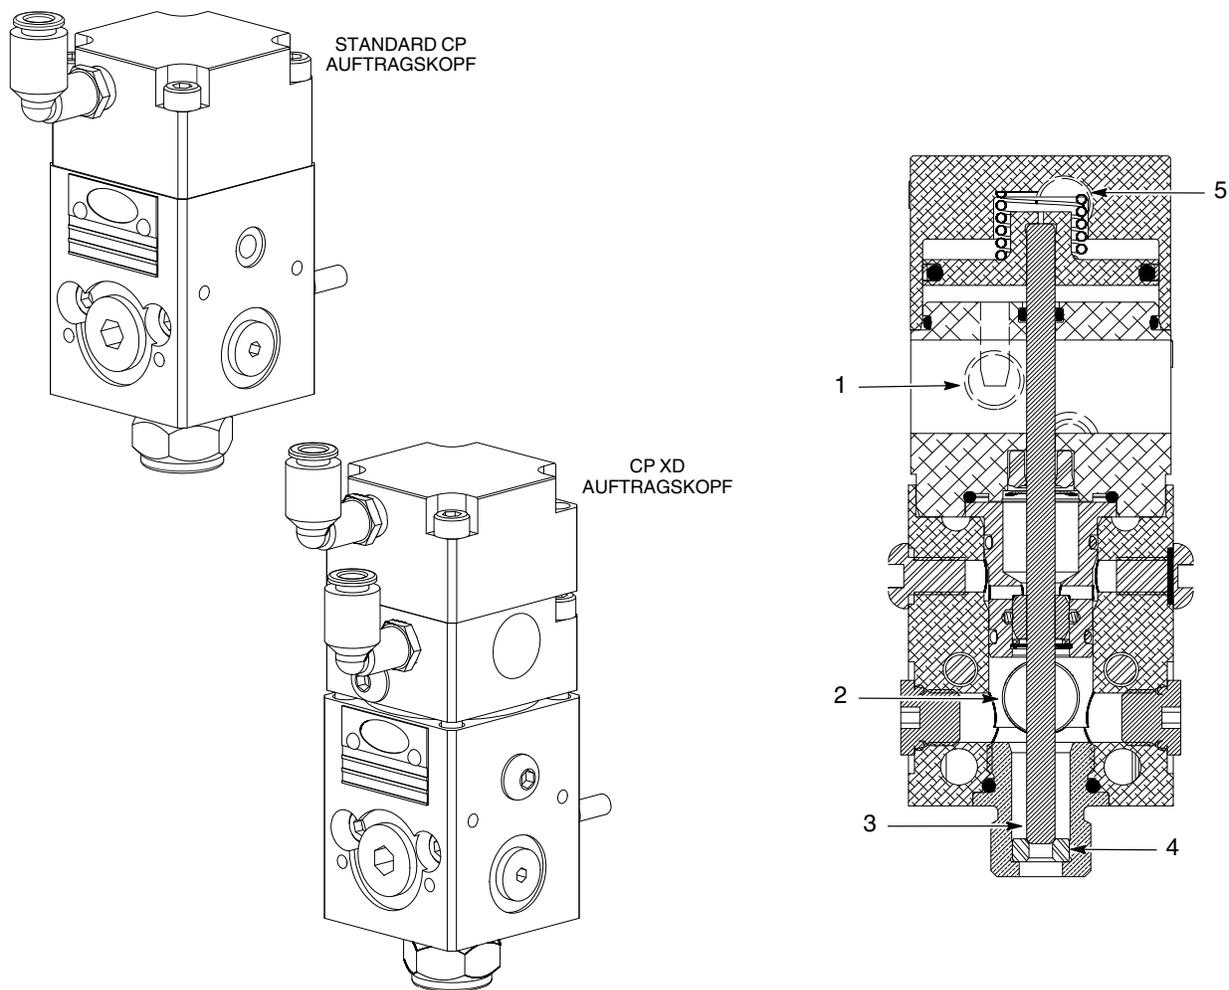

Abb. 1 Typische Auto-Flo II CP Auftragsköpfe
Siehe Abb. 1. Der Auto-Flo II CP Auftragskopf wird in einer Vielzahl von Anwendungen benutzt, um Klebstoffe, Dichtmittel und sonstige Materialien aufzutragen. Der aus Aluminium hergestellte Auftragskopf ist leicht und vielseitig.
Siehe Abb. 1. Wenn Druckluft am Lufteinlass Kopf öffnen (1) ansteht, wird der Kolben nach oben gedrückt, wodurch die Kolbenstange (3) vom Sitz (4) abgehoben wird. Das Material fließt in den Materialeinlass (2) hinein und aus der Düse heraus.